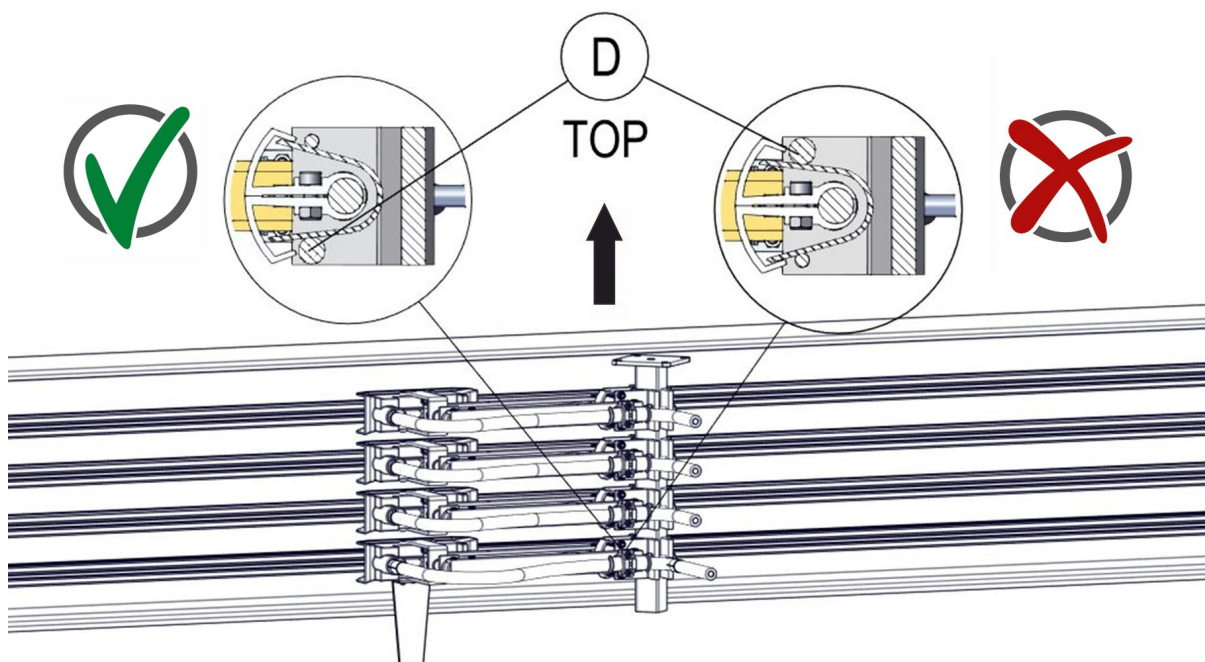

Abb. 118: Distanzstück (Pos. D) sitzt unten
Bei Stromabnehmereingriff von der Seite: Das Distanzstück (siehe Pos. D in Abb. 118) sorgt dafür, dass der Stromabnehmer in seiner neutralen Position bleibt.
- Beim seitlichen Eingriff sitzt das Distanzstück des Stromabnehmers oben oder wurde nicht verbaut (siehe Pos. D in Abb. 118)